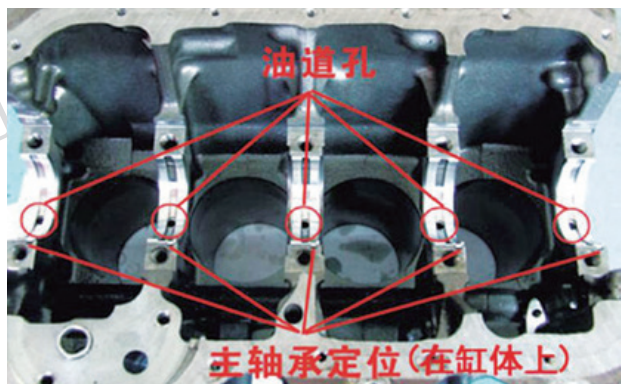

图 6 装入轴承
1. 将清洗干净的缸体放置在工作台上，用干净不起毛的抹布擦净缸体上的主轴承座，并清洗干净主轴承，将主轴承装入缸体上的轴承座（如图 6 所示）。